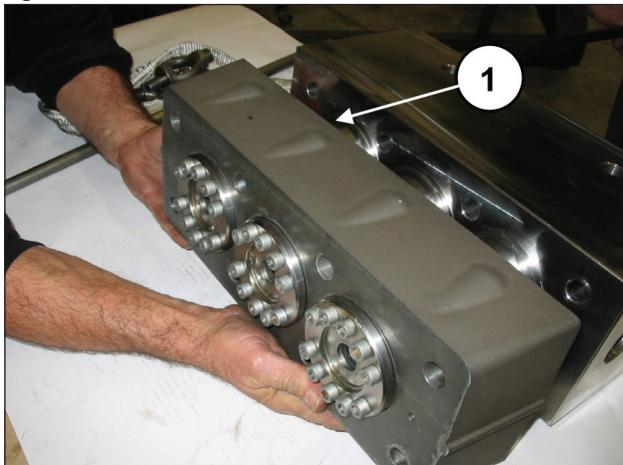

Fig. 100
Sfilare il distanziale per camicie dai gruppi camicie (pos. ①, Fig. 100).